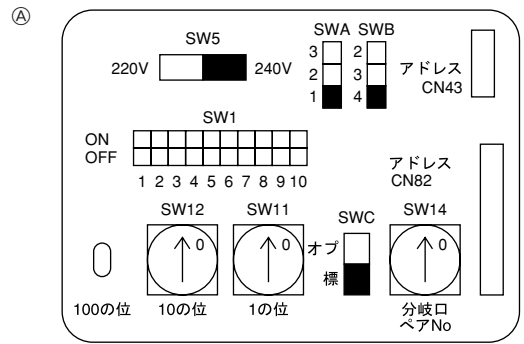

Fig. 4-4
- *1 通过室外机组的接地终端⑦将传送电缆接地。
4.3. 设定存储位置 (Fig. 4-4)
- ④ 存储位置板